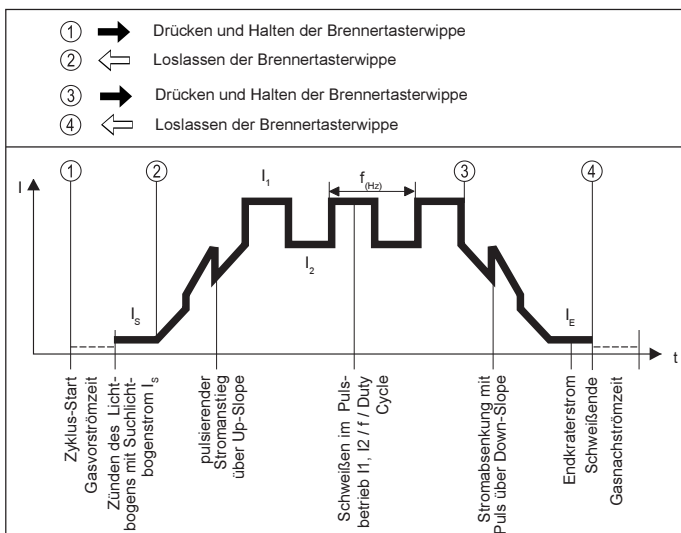

Abb. 14 Funktionsablauf im Pulsbetrieb mit TR 50mc (4-Takt)
- Die Pulsphase beginnt beim 4-Taktbetrieb im Up-Slope bereits nach dem Loslassen der Brenntaste. Wie aus Abb.14 ersichtlich, wird in der Absenkphase gepulst.